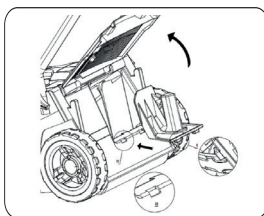

Рис. 15
6. Если вы используете функцию мульчирования, откройте заднюю крышку, вставьте заглушку для мульчирования. в отверстие (Рис. 15).